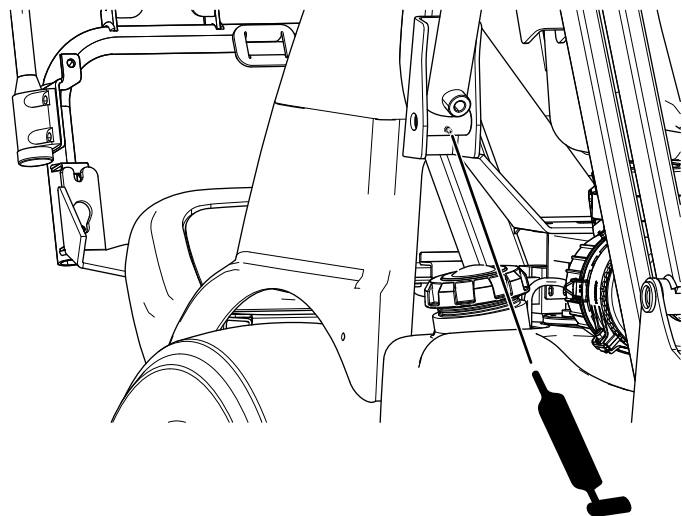

Figura 48
- Brae buncăr – partea inferioară, față (Figura 48)